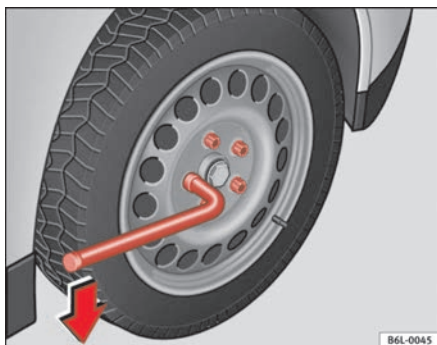

Fig. 141 Cambio de rueda: aflojar los tornillos de rueda
- Agarre la llave por el extremo y gírela aproximadamente una vuelta hacia la **izquierda** ⇒ **fig. 141**.